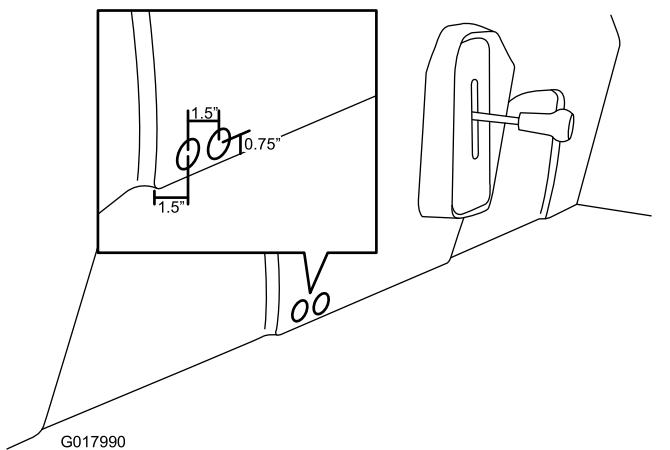

Рисунок 25
1. Отметьте и просверлите 2 отверстия в основании сиденья, используя цилиндрическую пилу диаметром 1 дюйм, как показано на Рисунок 25.